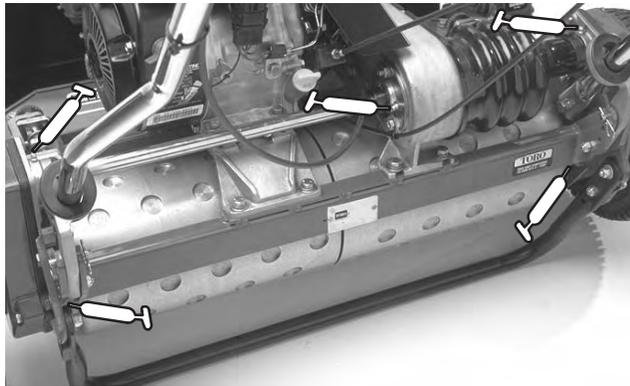

Figure 25
- 2 sur les essieux du tambour (Fig. 25)
- 3 sur le différentiel (Fig. 25)